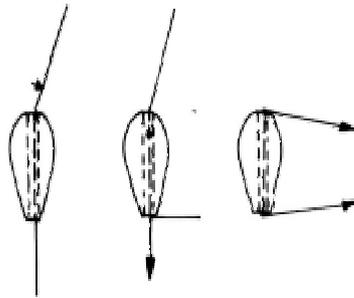

Abb. 3: Op. 1 - Faden ankleben.
1. In die Nadel wird ein ca. 70 cm langer Faden eingefädelt und das Ende in der Bohrung fest geklebt (Abb. 3). a) Kleber an Faden geben, b) reinziehen, c) fest ziehen.